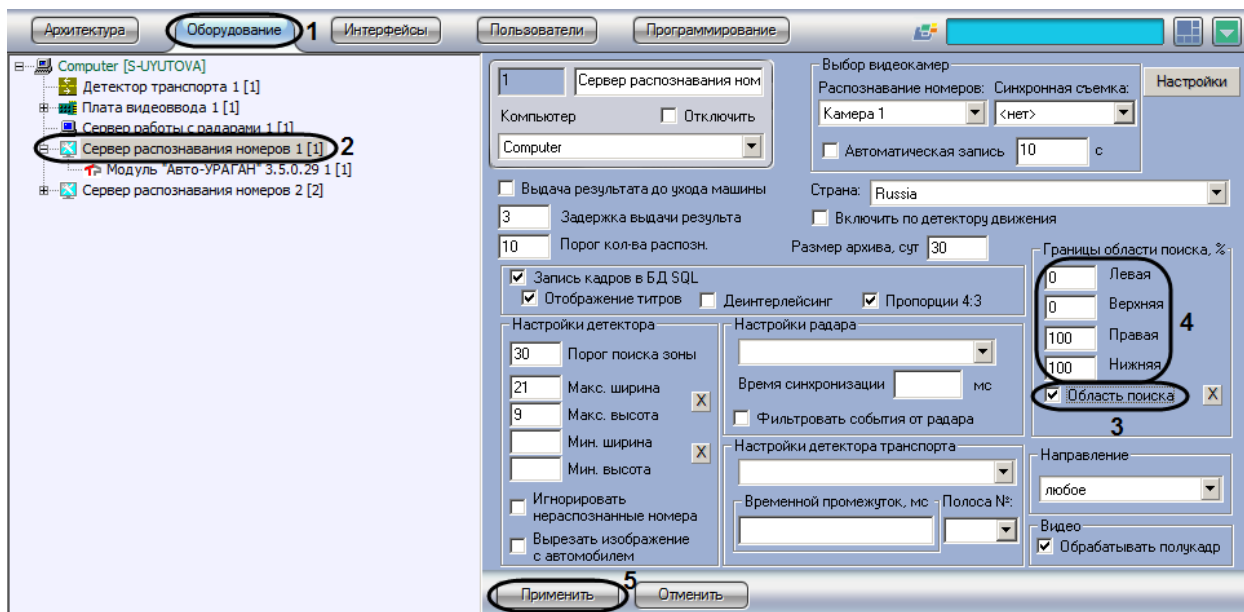

Рис. 7.2—22. Указание границ зоны поиска номерного знака
1. В диалоговом окне «Настройка системы» перейти на вкладку «Оборудование» (Рис. 7.2—22, 1).
2. В дереве объектов на вкладке «Оборудование» выбрать объект «Сервер распознавания номеров», соответствующий активированному программному модулю «Авто-УРАГАН 3.5.0.29», «CARMEN-паркинг», «CARMEN-Авто», «ACCR» или «VIT» (см. раздел «Активация программного модуля, используемого для распознавания номеров», Рис. 7.2—22, 2). В
3. Установить флажок «Область поиска» для активации функции указания границы зоны поиска номерного знака транспортного средства в кадре видеоизображения (см. Рис. 7.2—22, 3).
4. В полях «Левая», «Верхняя», «Правая», «Нижняя» задать значения границ зоны поиска номерного знака транспортного средства в кадре видеоизображения (см. Рис. 7.2—22, 4). Значения в полях «Левая», «Верхняя», «Правая», «Нижняя» выражаются в процентах относительно размеров окна видеонаблюдения.